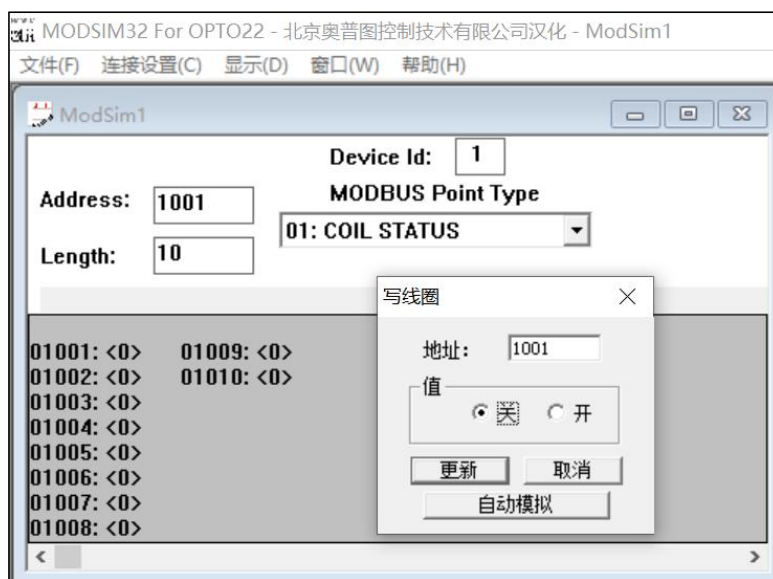

图 11 Modsim 连接配置
- 5) 双击要发送数据的地址，弹出写寄存器窗口，修改值为开，点击更新，如图 11 所示。